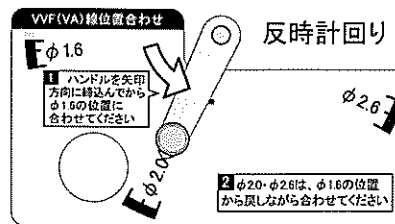

図8.
- φ2.0、φ2.6は、ハンドルをφ1.6の位置から反時計回りに戻しながら合わせてください。(図8、9)